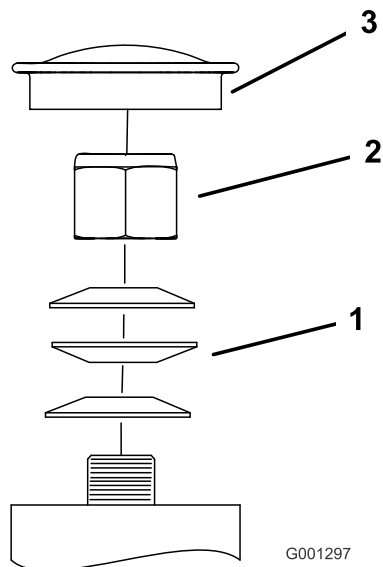

Figure 75
3. Retirez le capuchon protecteur de la roue pivotante et serrez le contre-écrou (Figure 75).
4. Continuez de serrer le contre-écrou jusqu'à ce que les rondelles élastiques soient aplaties, puis desserrez-le d'un quart de tour pour obtenir la précharge correcte des roulements (Figure 75).
**Important:** Veillez à placer les rondelles élastiques comme montré à la Figure 75.
5. Remettez le capuchon protecteur en place (Figure 75).